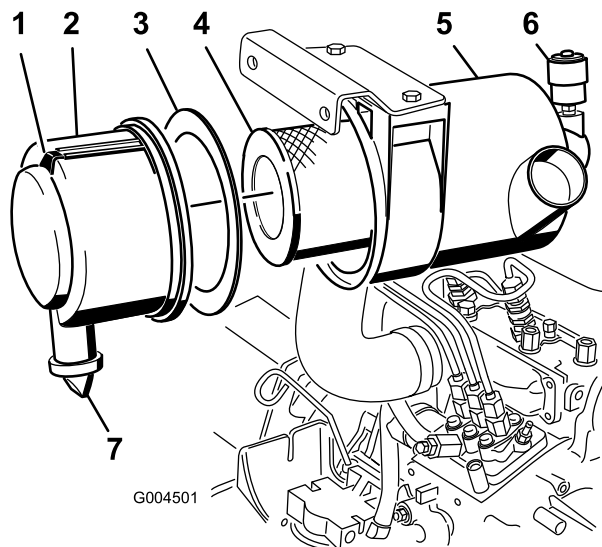

Figura 58
- Revise el filtro del limpiador de aire cuando el indicador del limpiador de aire se vea rojo (Figura 58) o cada 400 horas (más frecuentemente en condiciones extremas de polvo o suciedad). No limpie con demasiada frecuencia el filtro de aire.
1. Tire hacia fuera del enganche y gire la tapa del limpiador de aire en el sentido contrario a las agujas del reloj (Figura 58).
2. Retire la cubierta de la carcasa del limpiador de aire (Figura 58).
4. Retire y cambie el filtro primario (Figura 58).
6. Asegúrese de que la junta de gomaespuma está colocada en la tapa y que no está desgarrada ni dañada (Figura 58). Si está dañada, cámbiela.
A. Retire la válvula de salida de goma de la cubierta (Figura 58).
10. Reinicie el indicador (Figura 58) si se ve rojo.